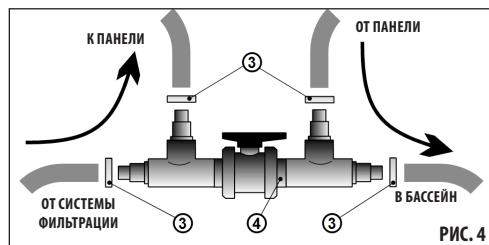

РИС. 4
- 2) Ручной байпас (4) – при его наличии соедините его со шланговыми патрубками панели. Соединение осуществляйте при помощи шлангов и хомутов для шлангов (3) – см. РИС. 4.
- 5) Идущие от системы фильтрации соедините с патрубком для шланга на одной стороне ручного байпаса (4).
- 6) При помощи следующего нового шланга соедините шланговый патрубок ручного байпаса (4) с возвратной форсункой бассейна.
- 7) Проверьте шланговые соединения и подтяните хомуты для шлангов (3).